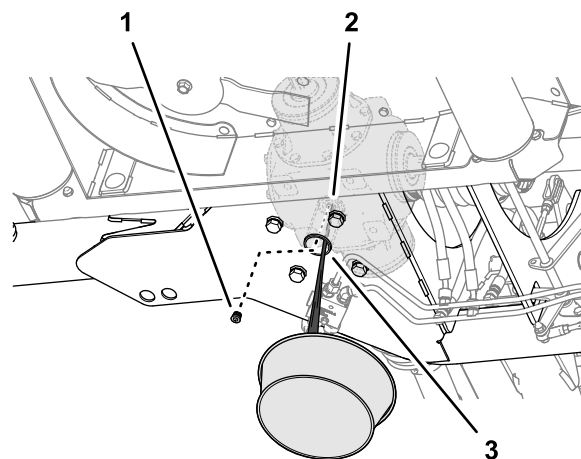

Рисунок 54
2. Выверните гнездовую пробку из сливного отверстия среднего редуктора и дайте маслу полностью стечь (Рисунок 54).
1. Действуя через отверстие доступа в нижней пластине рамы газонокосилки, поставьте сливной поддон под отверстие (Рисунок 54).